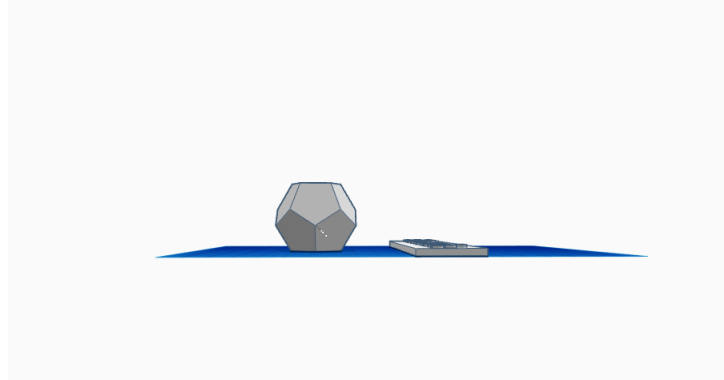

Figura 2: Modelo dodecaedro.
- La figura debe estar pegada a la placa de trabajo (como se muestra en la Figura 2). Esto por que si está levantada, al momento de la impresión, la impresora considerará ese espacio e imprimirá un respaldo para la figura.